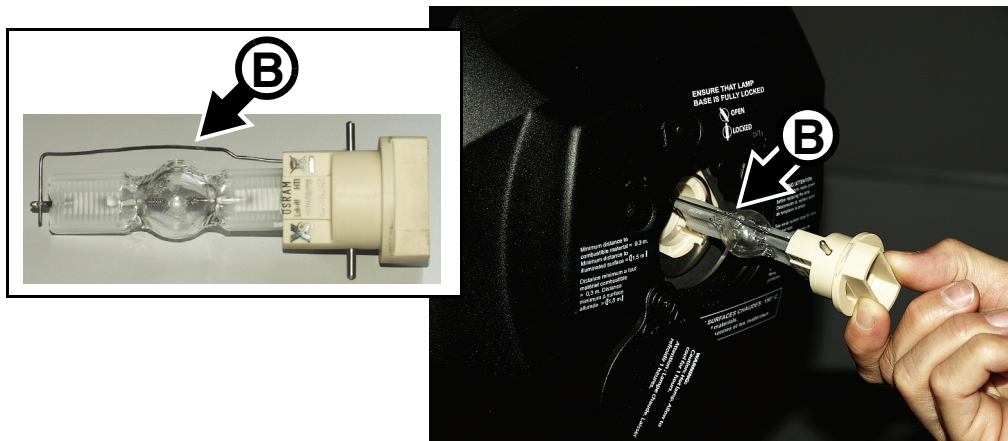

Bild 10: Aus- und Einbauen des Leuchtmittels
4. Siehe Bild 10. Drehen Sie das Leuchtmittel am Keramiksockel um 45° gegen den Uhrzeigersinn und ziehen Sie es vorsichtig aus dem Gerät.
5. Siehe Bild 10. Halten Sie das Ersatzleuchtmittel mit dem externen Draht **B** nach oben (zu den Einstellschrauben **C** und **D**weisend). Richten Sie die Kontakte des Leuchtmittels zu den Kontakten des Leuchtmittels aus. Schieben Sie das Leuchtmittel in das Gerät und drehen Sie den Keramiksockel um 45° im Uhrzeigersinn, bis er hörbar verriegelt. Der Sockel ist federbelastet. Der Versuch, ein nicht korrekt montiertes Leuchtmittel zu zünden ruft Schäden hervor, die nicht von der Garantie gedeckt sind. Prüfen Sie deshalb die korrekte Montage des Leuchtmittels.